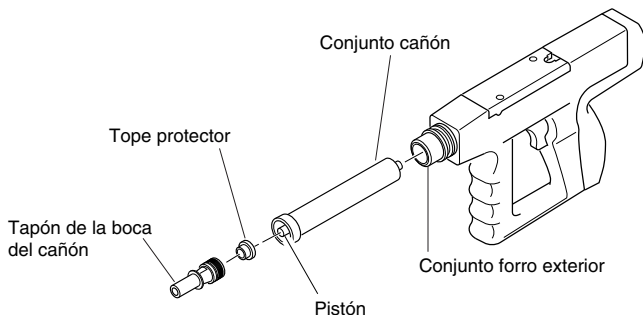

Figura 24 - Inserción del conjunto cañón en el conjunto forro exterior
4. Inserte con firmeza el cañón, con la ranura hacia abajo, en la parte interna del conjunto forro exterior (vea la figura 24).